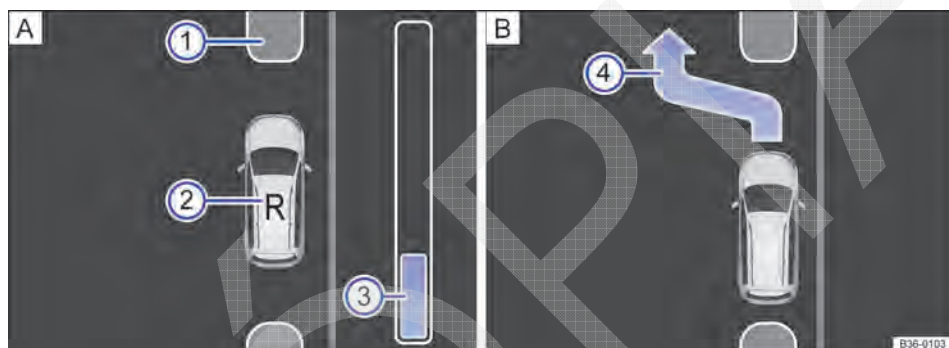

Fig. 189 No display do instrumento combinado: sair da vaga de estacionamento ao longo da pista. A: manobrar, B: abandonar vagas de estacionamento.
Legenda para Fig. 189:
6.	Conduzir em marcha a ré até o sinal de alerta contínuo do Park Pilot, OU: até que apareça a solicitação para conduzir para frente no display do instrumento combinado. A barra de evolução ⇒ Fig. 189  A serve como exibição da distancia a ser percorrida ⇒ Página 264.